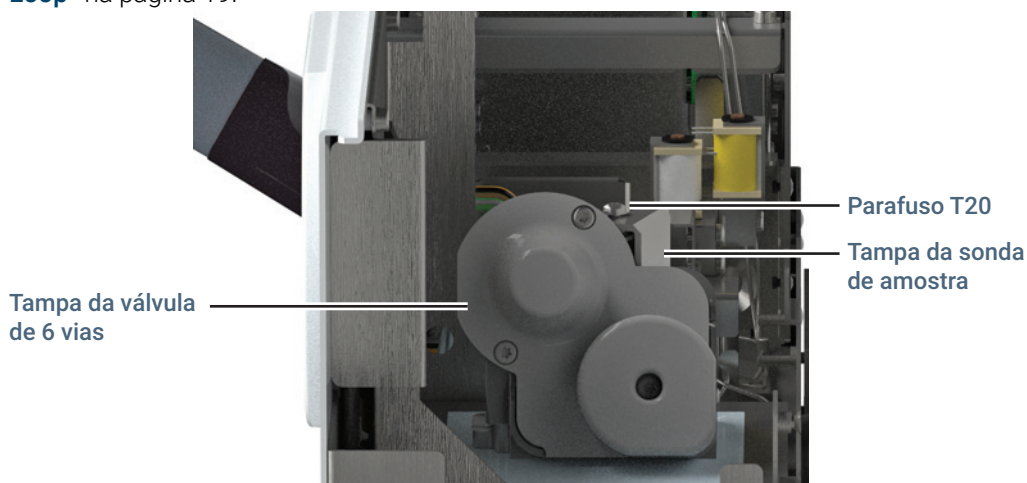

Figura 17. As tampas da válvula e da probe de amostra
- 5 Remova a tampa da válvula/do loop (**Figura 17**). Consulte **“Remover a Válvula/Tampa do Loop”** na página 19.